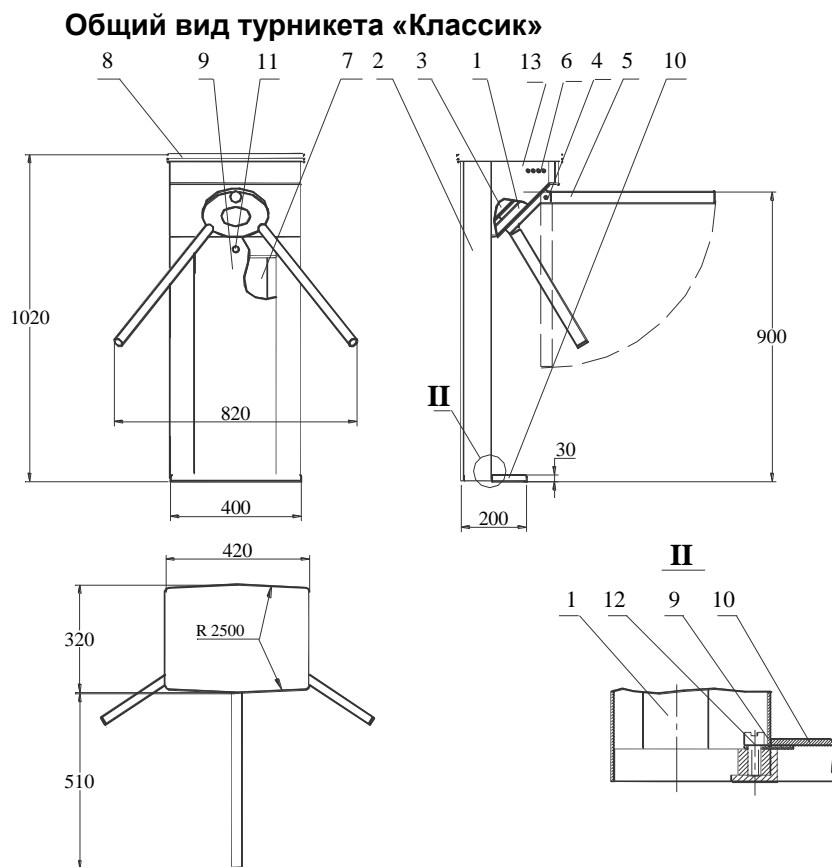

Рис.1
5.1 Турникет (см. рис. 1) представляет собой сборный металлический корпус, состоящий из сварного каркаса 1 и обшивки 2, в котором размещены: агрегат турникета 3, трипод 4 с тремя преграждающими штангами 5, индикаторы 6 и плата управления 7. Сверху турникет закрывается крышкой 8. Для обеспечения доступа к плате управления, а также местам крепления крышки турникета к корпусу и корпуса к полу, передняя панель обшивки 9 и крышка основания 10 выполнены съемными. При установке передняя панель запирается замком 11, а фиксация крышки основания обеспечивается винтом 12.